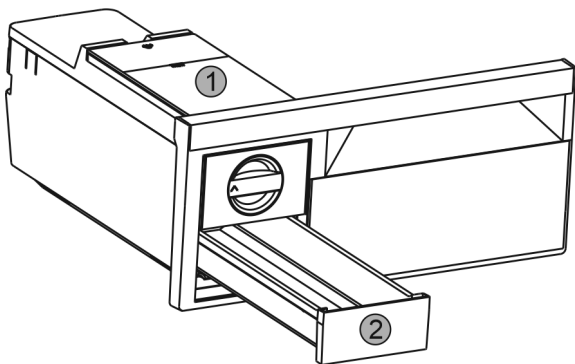

Fig. 79
- ▶ Извлечь бак для воды Fig. 79 (1) и выдвижной ящик для производства кубиков льда Fig. 79 (2).